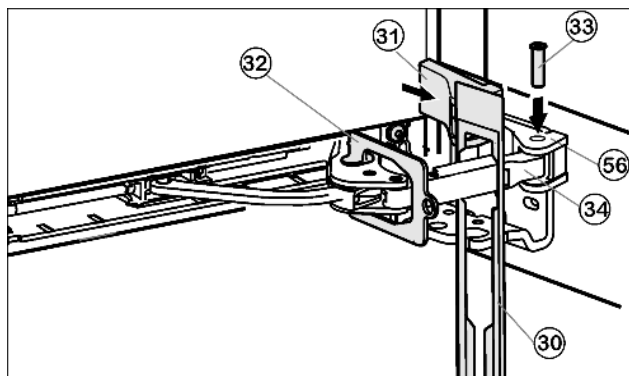

Fig. 20
- ▶ Навесьте накладку *Fig. 20 (30)* на амортизационную скобу таким образом, чтобы передние защелки показывали вперёд, а передняя сторона была направлена к устройству.
- ▶ Притяните амортизационную скобу *Fig. 20 (34)* к опорной детали *Fig. 20 (56)* и сверху вставьте палец *Fig. 20 (33)* таким образом, чтобы квадратная головка сидела в углублении.
- ▶ Установите и защелкните крышку *Fig. 20 (31)*.
- ▶ Поворотом снимите фиксатор *Fig. 20 (32)*.
- ▶ Защелкните накладку *Fig. 20 (30)* на дверце.